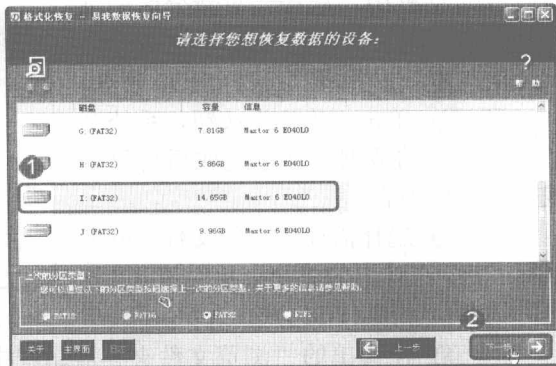

图 11-32 单击“下一步”按钮
步骤② 在弹出的窗口中选择被格式化的磁盘分区和上次分区的文件类型，然后单击“下一步”按钮，如图 11-32 所示。